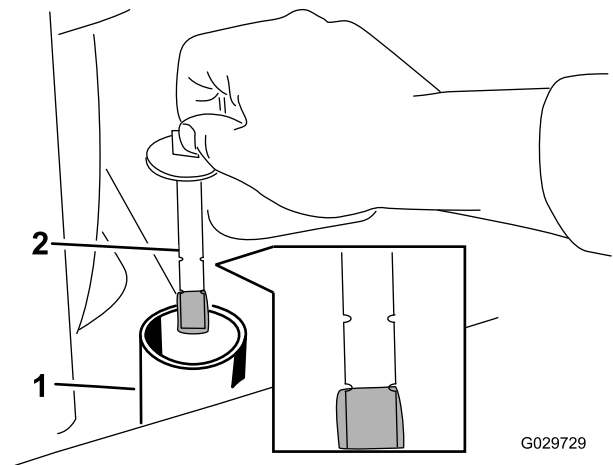

図 65
8. 油圧タンクの補給管のキャップを外し、ディップスティックで油量を点検する 図 65。